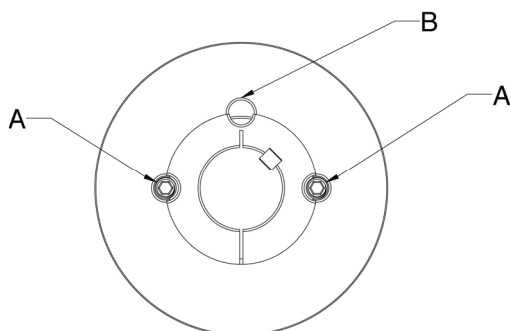

Рис. 32 Шкив с втулками № от 1008 до 3030
1. из отверстий, обозначенных буквой „А” (рис. 32 или 33) следует вывернуть винты с шестигранным гнездом